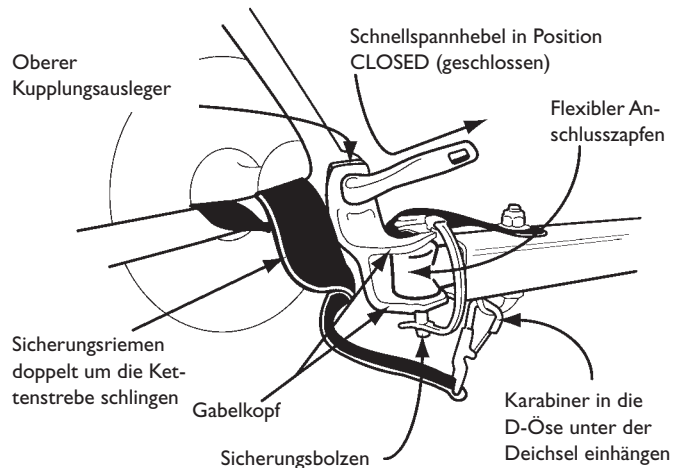

Abbildung 39
4. Setzen Sie den flexiblen, schwarzen Anschlusszapfen am Deichselende in den Gabelkopf der Kupplung ein (s. Abbildung 39).
5. Richten Sie die Bohrungen im Anschlusszapfen auf die Bohrungen des Gabelkopfs aus (s. Abbildung 39).
12. Schlingen Sie den Sicherungsriemen zweimal um die linke Kettenstrebe. Hängen Sie den Karabiner dann in der D-Öse auf der Deichselunterseite ein (s. Abbildung 39).